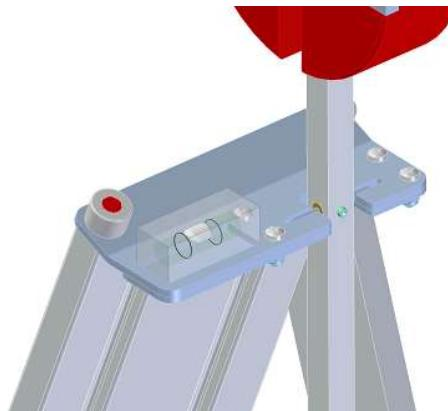

Fig. 2: Placa de rolamentos com haste de pêndulo enganchada
- Segurar o pêndulo com ambas as mãos e enganchar cuidadosamente na placa de rolamentos (vide Fig. 2).